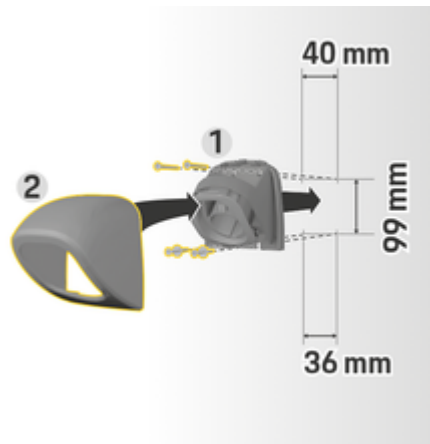

Рис. 55: Размеры под отверстия
1. Извлеките крепление соединителя **1** (Рис. 55) из кожуха **2** (Рис. 55).
4. Привинтите крепление для штекера **1** (Рис. 55) к стене.
5. Наденьте кожух **2** (Рис. 55) на крепление соединителя снизу **1** (Рис. 55) и прижмите его кверху.